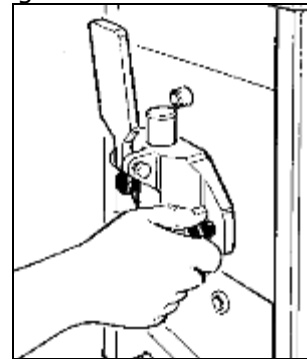

Abb. 20
- Nachdem der Flansch korrekt eingesetzt wurde, müssen zur Befestigung die Handknöpfe (Abb.20) bis zum Anschlag angezogen werden.